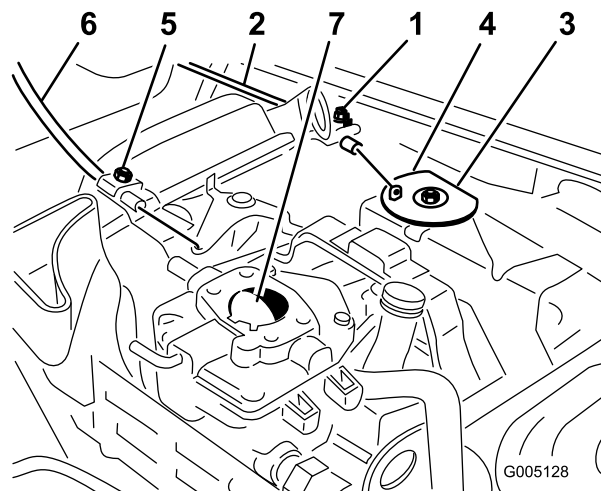

図 49
1. スロットル・ケーブルをエンジンに固定しているクランプのネジをゆるめる (図 49)。
3. スロットル・ケーブルを十分に引いて、スイベルの後部をストップに接触させる (図 49)。
1. スロットル・ケーブルをエンジンに固定しているクランプのネジをゆるめる(図 49)。
3. チョーク・ケーブルを十分に引いてチョークを完全に閉じ、その位置でクランプのネジを締める(図 49)。